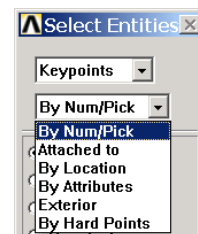

图3.13 选择方式
- 选择方式主要有：【By Num/Pick】（通过编号或鼠标拾取）、【Attached to】（按关联方式选取）、【By Location】（按位置选取）和【By Attributes】（按属性进行选取）等。如图 3.13 所示。